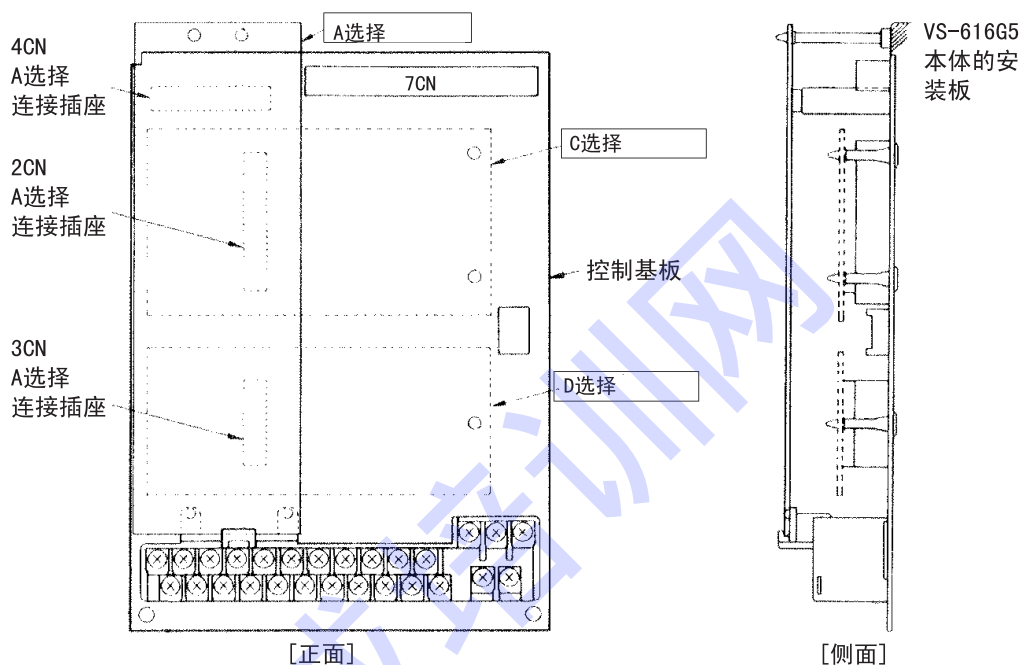

图 7.32 选项卡的安装位置
3. 请确认选项卡的安装位置（A、C、D）（参照图 7.32）